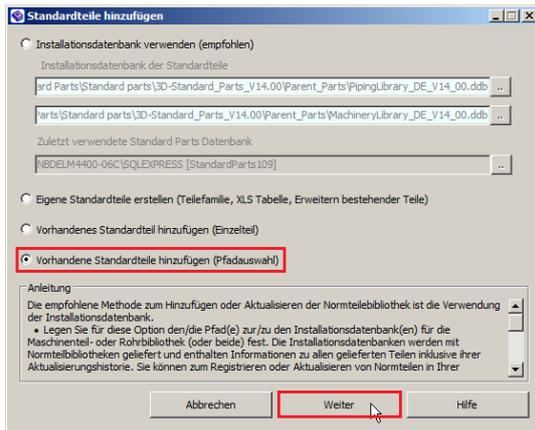
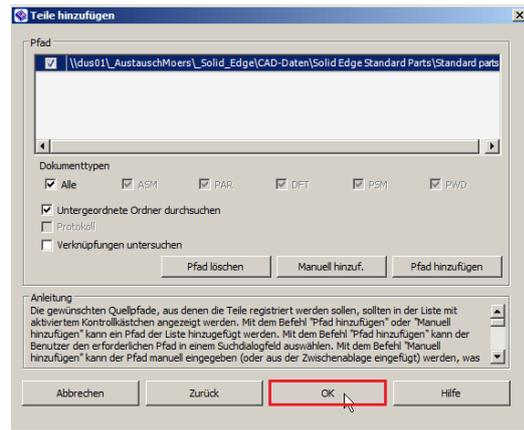

Abbildung 23
Abbildung 24
- 5.4. Die schnellste und einfachste Methode, alle installierten Normteile zur Datenbank hinzuzufügen, ist der 4. Punkt „Vorhandene Standardteile hinzufügen“ (Abb. 23). Im nächsten Fenster wird der Installationsordner angezeigt (Abb. 24). Überprüfen Sie hier noch einmal den Pfad und bestätigen Sie dieses Fenster ohne weitere Änderungen. (Der erste Punkt „Installationsdatenbank verwenden“ bietet weitere Möglichkeiten die zur Verfügung stehenden Normteile auszuwählen und einzuschränken. Dies ist recht aufwändig und wird in der Praxis nur von sehr wenigen Unternehmen genutzt und benötigt. Daher wird dieses Vorgehen hier nicht weiter beschrieben.)